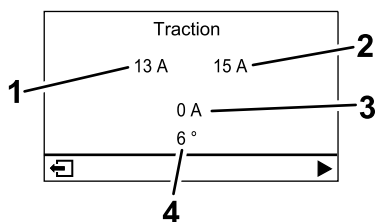

Bild 26
- **Fahrmotorbildschirm (Bild 26):** Zeigt den aktuellen Lenkwinkel und den Amperewert für jeden Fahrmotor an.